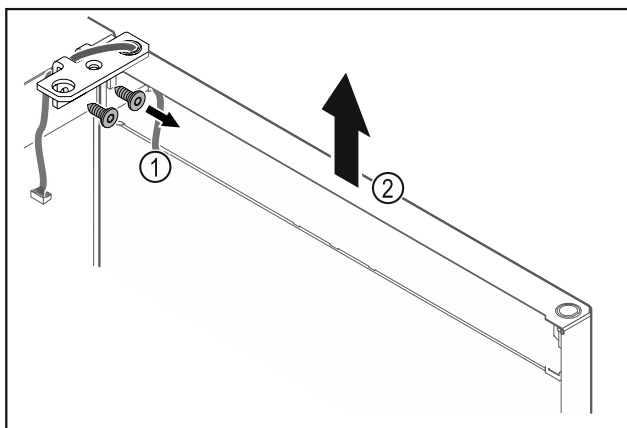

Fig. 19
- ▶ 拧下合页角铁 Fig. 19 (1)。
- ▶ 将冰箱门连同合页角铁一起笔直向上提升 Fig. 19 (2) 大约 200 mm 并取下。